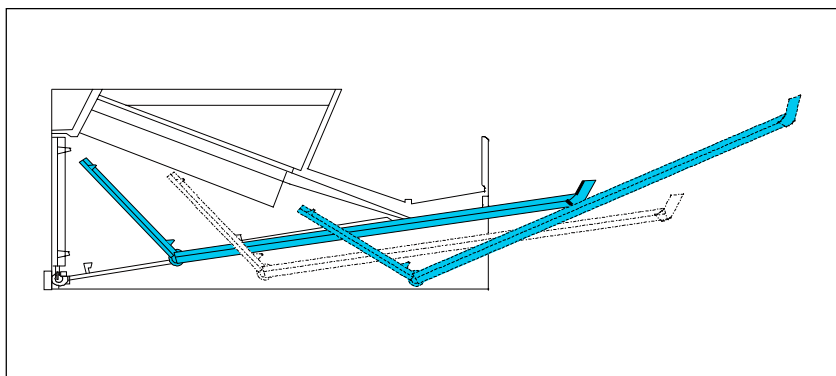

Рис. 9-5. Удаление основания из вентиляторного узла
2. Захватите основание обеими руками, слегка нажмите его вниз и сначала полностью вытащите его вперед, а затем под углом вверх из вентиляторного узла (см. рис. 9-5).